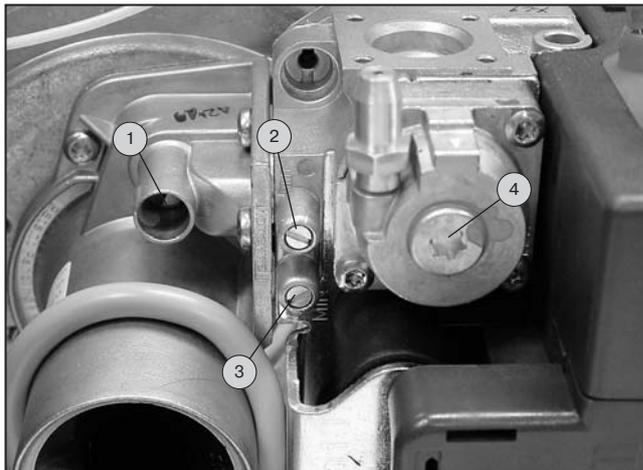

Рис. 16
- С помощью регулировочного винта газового потока на газовом клапане (рис. 16) отрегулируйте процентное содержание CO2 до значений, указанных в таблице установочных параметров на странице 15.